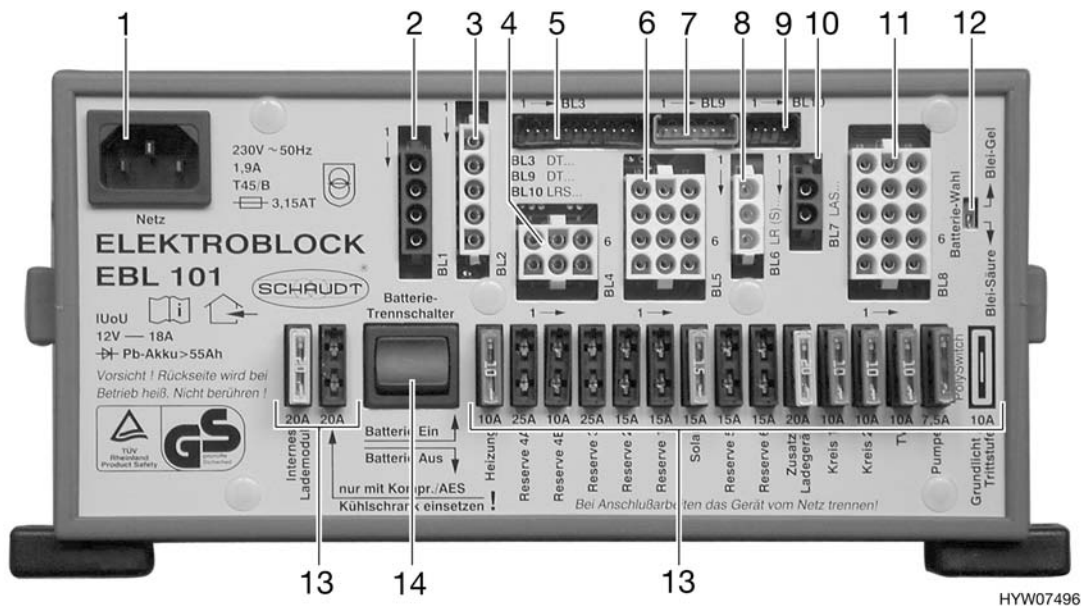

Bild 94 Elektrobloc EBL 101
Der Elektroblock (Bild 94) befindet sich im Beistellschrank unter dem Beifahrerfenster (Basisfahrzeug Fiat) oder unter dem Fahrersitz in der Sitzkonsole (Basisfahrzeug Mercedes-Benz).
Der Batterie-Trennschalter (Bild 94,14) schaltet alle 12-V-Verbraucher des Wohnbereichs aus, auch das Sicherheits-/Ablassventil. Dadurch wird eine langsame Entladung der Wohnraumbatterie vermieden, wenn das Reisemobil über längere Zeit nicht benutzt wird (z. B. vorübergehende Still-Legung).
- Die werkseitige Einstellung des Batterie-Wahlschalters (Bild 94,12) ("Blei-Gel") nicht verändern.